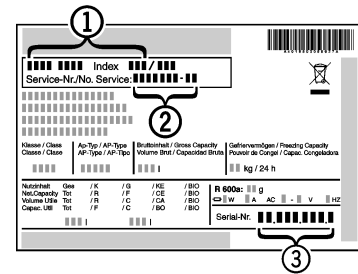

Fig. 27
- ▶ Apparaataanduiding Fig. 27 (1), service-nr. Fig. 27 (2) en serie-nr. Fig. 27 (3) van het typeplaatje aflezen. Het typeplaatje bevindt zich aan de linkerkant binnen in het apparaat.
- ▶ Contact opnemen met de Technische Dienst en het probleem, apparaataanduiding Fig. 27 (1), service-nr. Fig. 27 (2) en serie-nr. Fig. 27 (3) mededelen.